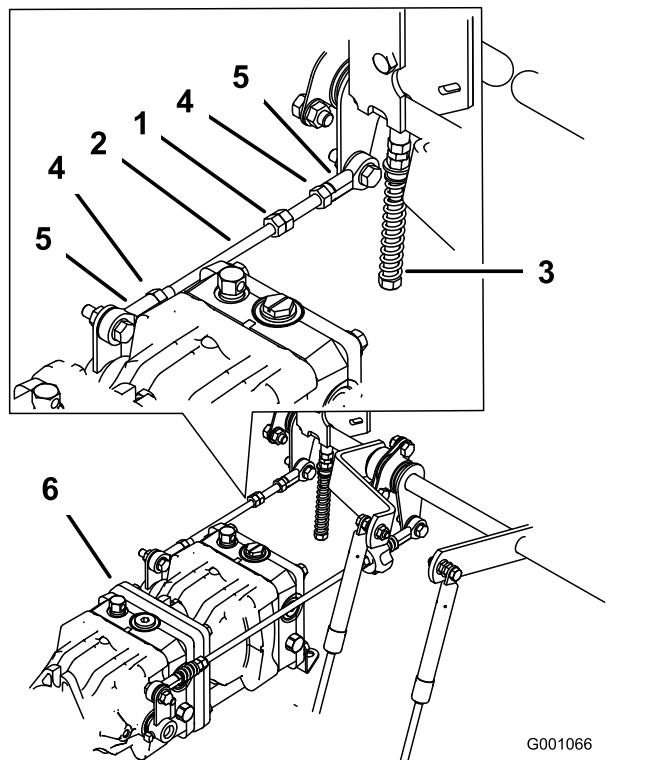

Figura 73
- Allentate i dadi di bloccaggio ai giunti a sfera dell'asta di comando della pompa (Figura 73).
- Regolate la lunghezza dell'asta della pompa facendo girare nella direzione opportuna i due dadi sull'asta, finché la ruota si ferma o si sposta leggermente indietro (Figura 73).
- Serrate i dadi di bloccaggio dei giunti a sfera (Figura 73).